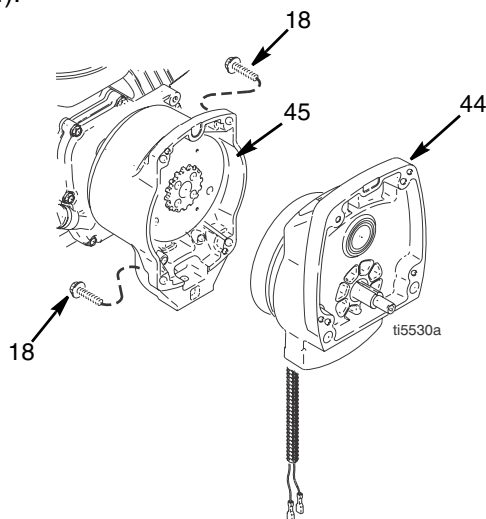
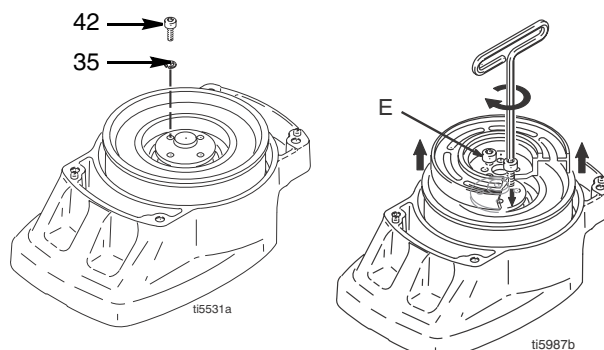

FIG. 4
FIG. 5
4. FIG. 4. Enlever les quatre vis (18) et la pignonnerie (44).
1. FIG. 5. Placer le pignon (44) sur un établi avec le rotor orienté vers le haut.
2. Enlever les quatre vis (42) et les rondelles (35). Introduire deux vis dans les trous taraudés (E) du rotor. Serrer alternativement les vis jusqu'à ce que le rotor sorte.
- FIG. 5. Placer la pignonnerie sur un établi avec le rotor orienté vers le haut.
- Enduire les vis de loctite. Mettre les quatre vis (42) et les rondelles d'arrêt (35). Serrer alternativement les vis à 125 in-lb jusqu'à ce que le rotor soit solidement fixé. Utiliser les trous taraudés pour maintenir le rotor.
- FIG. 4. Fixer la pignonnerie (44) avec quatre vis (18).